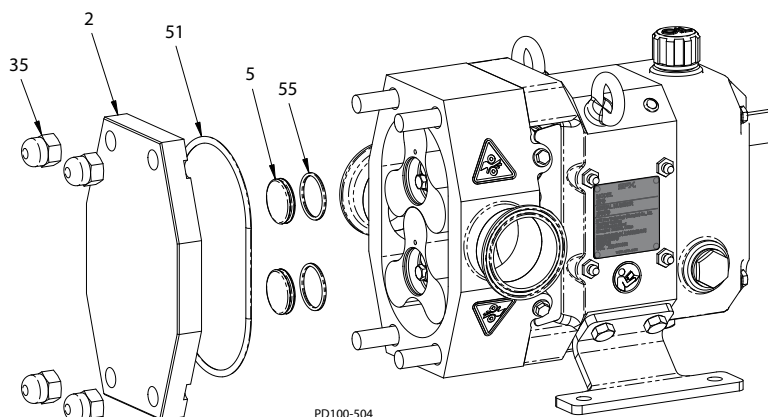

Abb. 66 - Abdeckung montieren
1. Platzieren Sie den Schraubkappen-O-Ring (Abb. 66, Einzelheit 55) in Schraubkappe (Pos. 5) und montieren Sie diese in der Rotorbohrung. Der O-Ring schnappt dabei in die Nut in der Rotorbohrung ein.